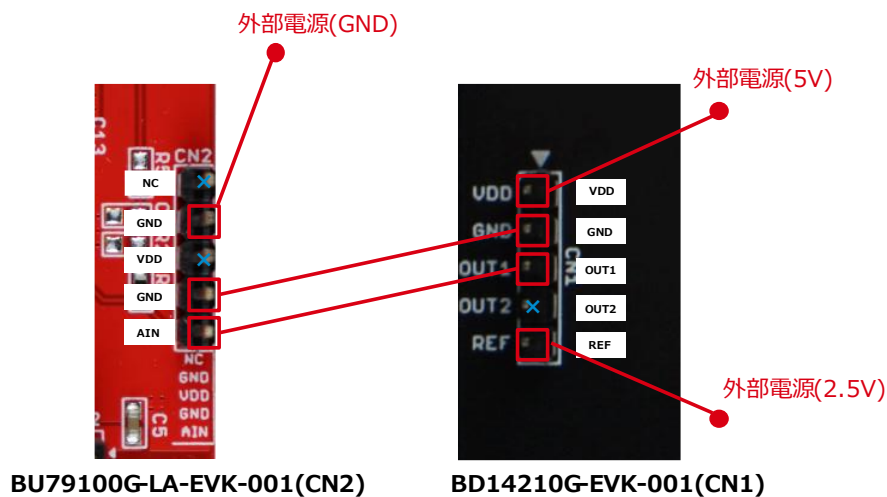

Figure 4. BU79100G-LA-EVK-001 と BD14210G-EVK-001 の接続
1. BD14210G-EVK-001 に、BU79100G-LA-EVK-001 と外部電源を接続 (Figure 4)